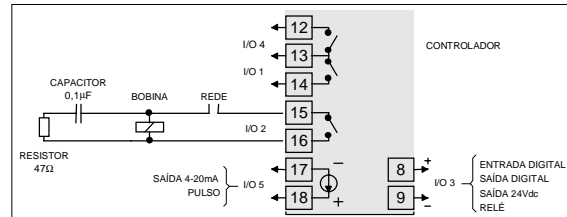

Figura 11 - saídas do controlador
- É recomendável o uso de FILTROS RC (supressor de ruído) em bobinas de contactoras, solenóides, etc. Ver exemplo de aplicação na Figura 11.